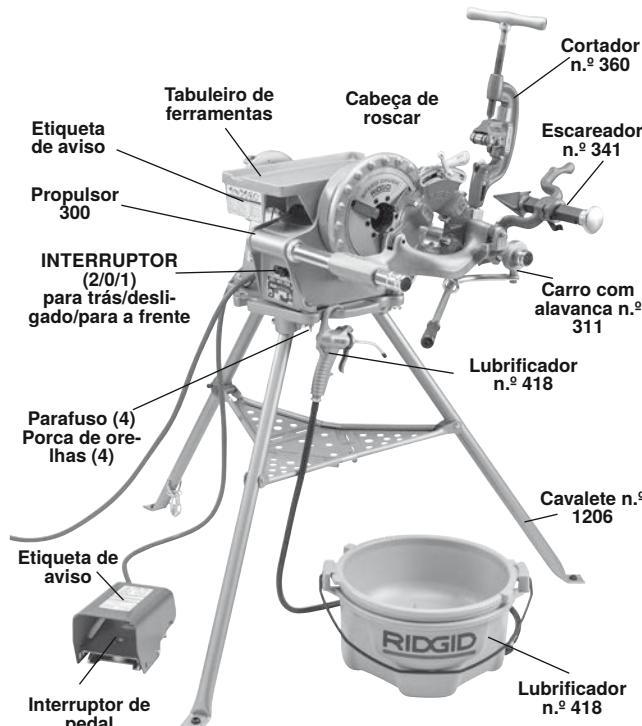

Figura 2 – Propulsor modelo 300 Power Drive Complete
4. Coloque o propulsor 300 Power Drive no cavalete e fixe-o com os retentores fornecidos (figura 2).